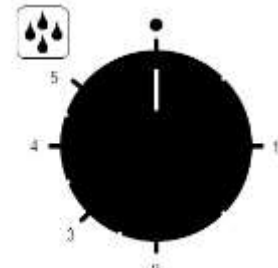

Fig. 5
**Programmazione quantità di vapore** - Per generare vapore durante il funzionamento del forno (camera di cottura calda), ruotare la manopola dell'umidificatore automatico (Fig. 5) in corrispondenza del valore desiderato (da 1 a 5). Ruotando la manopola sulla posizione • (spento) l'umidificatore smette di funzionare.